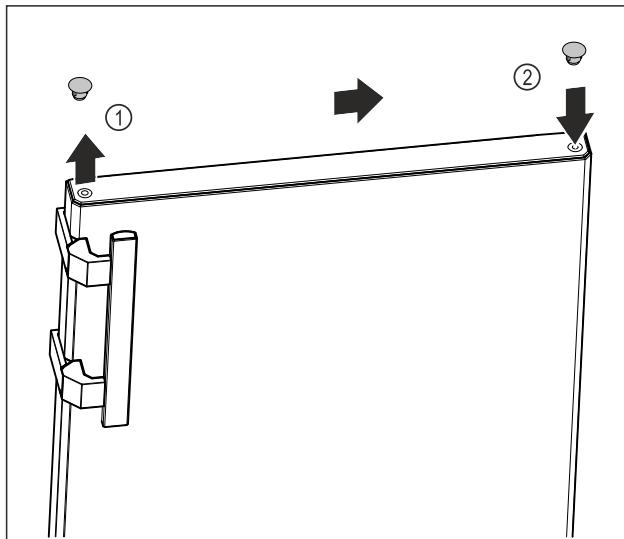

Fig. 13
- С плоска отвертка внимателно повдигнете покриващата тапа от горната страна на вратата *Fig. 13 (1)* и я извадете.
- Поставете покриващата тапа от другата страна. *Fig. 13 (2)*